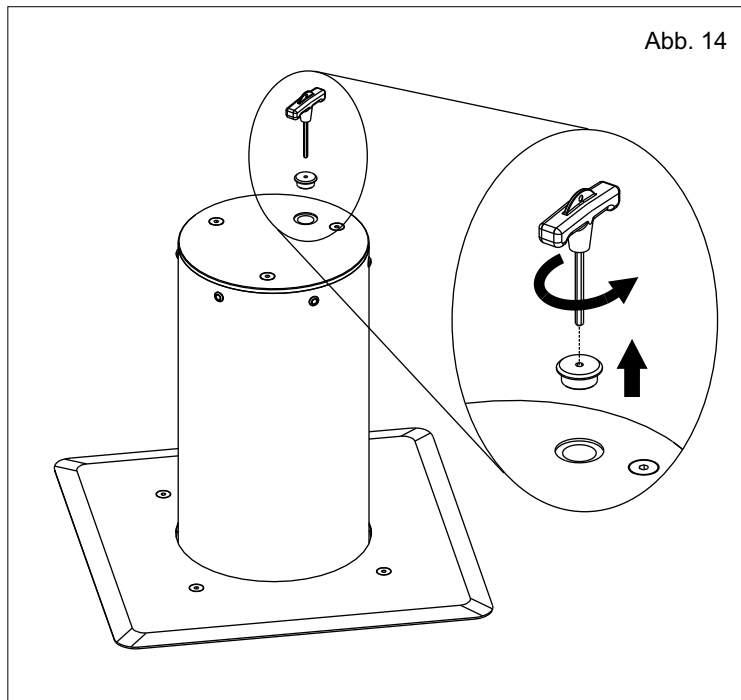

Abb. 14
**9.1.** Den Entriegelungsverschluss mit dem dafür vorgesehenen und mitgelieferten Sechskantschlüssel abschrauben. (Abb. 14).